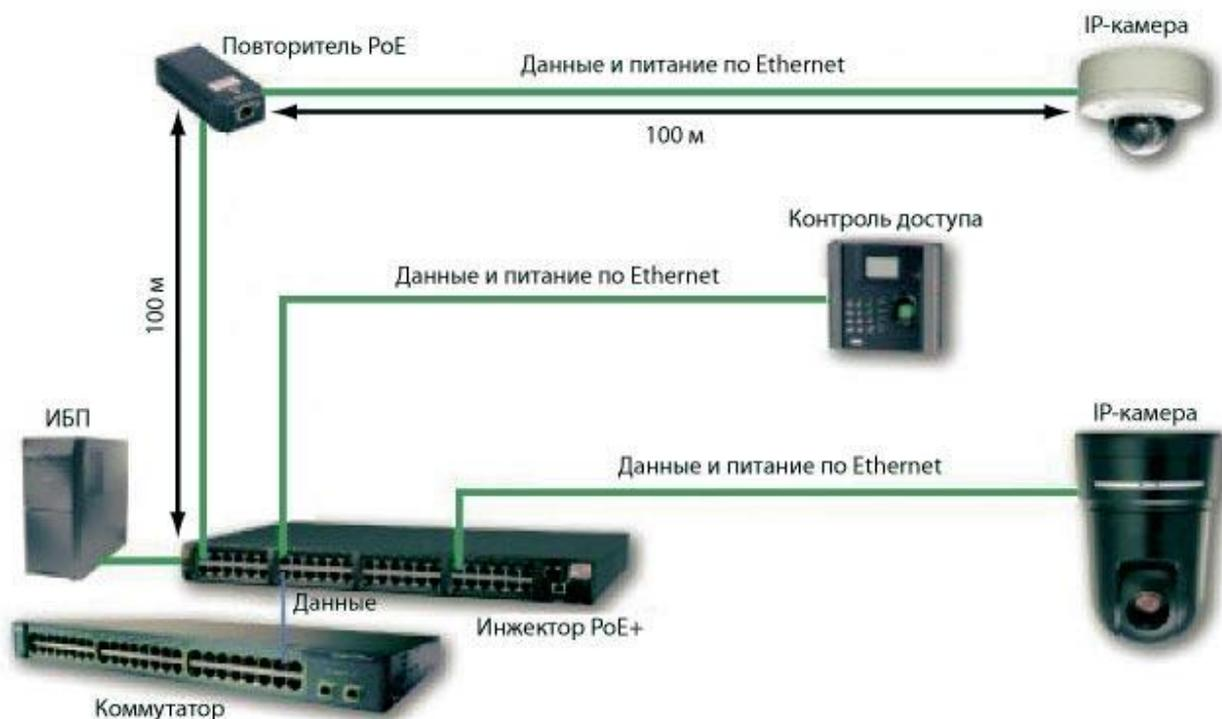

Рисунок 21 Использование Повторителей PoE
- Применение PoE репитеров (повторителей)(Рис. 21);